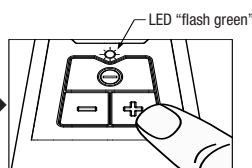

bild 3
3. Justera hastigheten genom att trycka på "+" eller "-" knapparna på knappplattan. Tryck på "+" IS för att höja upp till högre hastighetsinställning, "-" är för att sänka hastighetsinställningen. - se bild 3.